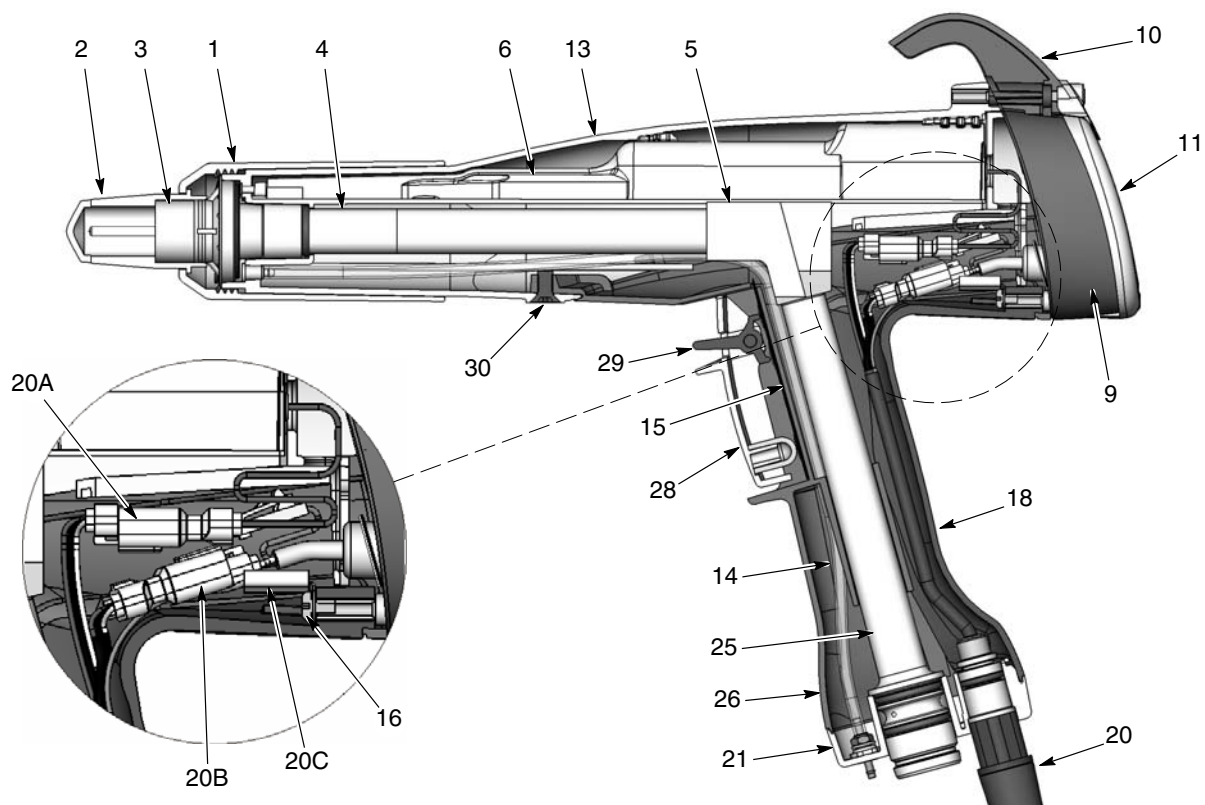

Figura 6-1 Vista em corte da pistola de pintura (os números dos itens nesta secção correspondem aos números dos itens na lista de peças)
2. Consulte a figura 6-1. Desenrosque a porca do bico e remova da pistola de pintura o bico e o conjunto do eléctrodo.